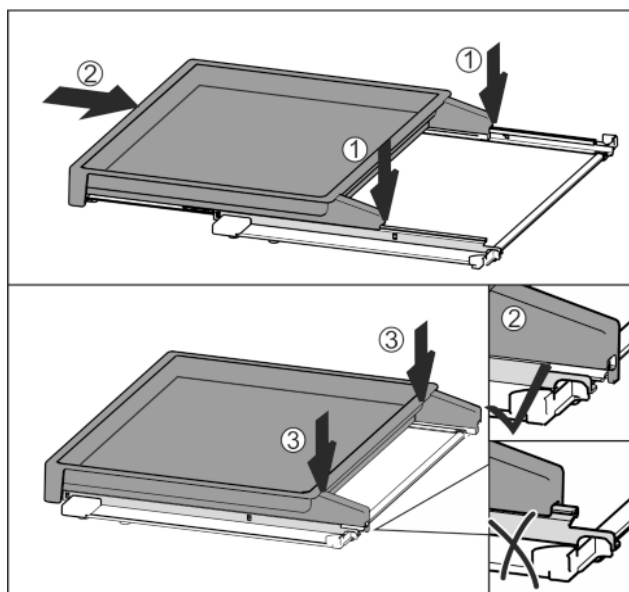

Fig. 38
- ▶ Установить по центру на направляющие Fig. 38 (1).
- ▶ Вставить вытяжную панель полностью Fig. 38 (2).
- ▶ Нажимать на задней стороне до тех пор, пока не будет слышна фиксация Fig. 38 (3).